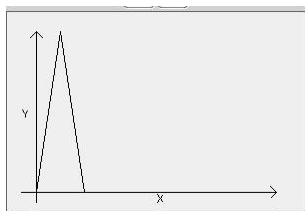

Рис.17
- Вариант 1.** Повторите пример из фильма. Для этого рекомендуется к шайбе приложить две, разнесенные по времени силы в 0.5 ньютона и 1 ньютона (рис.17,18). Шайба должна попасть в ворота.
- Вариант 2.** Повторите пример из варианта 1. Рекомендуется к шайбе приложить две, разнесенные по времени силы в 0.5 ньютона и 1 ньютона (рис.17,18). Но шайба в ворота должна попасть после рикошета от штанги.
- Вариант 3.** Повторите пример из варианта 1. Шайба должны попасть в ворота. Для этого рекомендуется к шайбе приложить две, разнесенные по времени силы в 0.5 ньютона и 1 ньютона (рис.17,18). Но за воротами установите некий *бортик – отбойник* с тем, чтобы шайба после попадания в ворота не улетала на пределы поля.
- Вариант 4.** Повторите пример из варианта 1. Рекомендуется к шайбе приложить две, разнесенные по времени силы в 0.5 ньютона и 1 ньютона (рис.17,18). То есть шайба должна лететь к воротам не по прямой траектории. При этом шайба в ворота попасть не должна. За воротами установите некий *бортик – отбойник* с тем, чтобы шайба после попадания в ворота не улетала на пределы поля.
- Вариант 5.** Повторите пример из варианта 1. Рекомендуется к шайбе приложить две, разнесенные по времени силы в 0.5 ньютона и 1 ньютона (рис.17,18). То есть шайба должна лететь к воротам не по прямой траектории. При этом шайба должна попасть в ворота. За воротами установите некий *бортик – отбойник* с тем, чтобы шайба после попадания в ворота не улетала на пределы поля, а через те же ворота вернулась в поле.